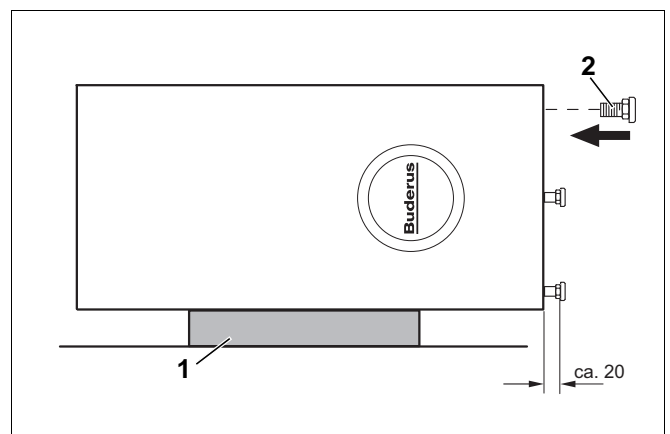

Рис. 5 Установка опорных болтов
- Снимите с бака верхнюю амортизирующую крышку и положите её на пол (рис. 5, [1]).
- Выньте из нижней амортизирующей прокладки (стиропора) опорные болты M10 x 30 (рис. 5, [2]) и заверните их в днище бака-водонагревателя.